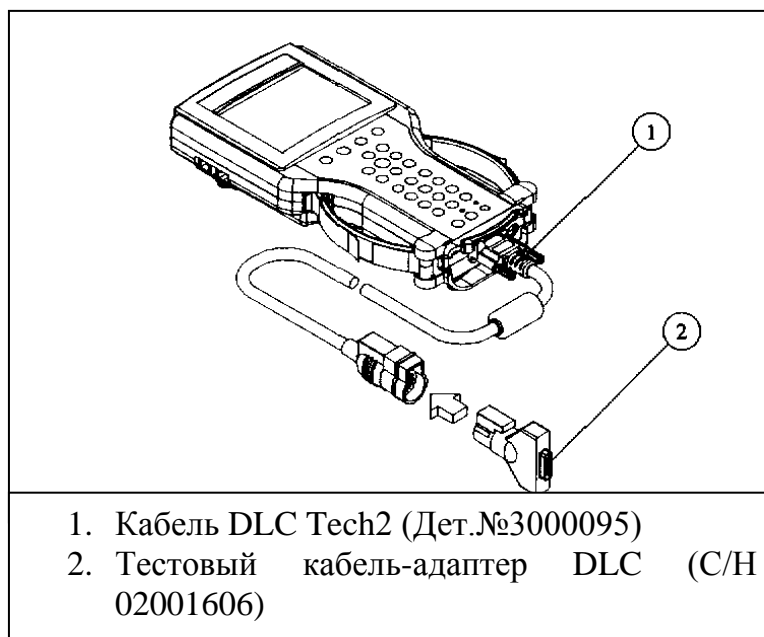

Рисунок 3-4
3. Найдите в кейсе тестовый адаптер (С/Н 3000095). Присоедините его к кабелю DLC (процедуру подсоединения смотрите на рис. 3-4).